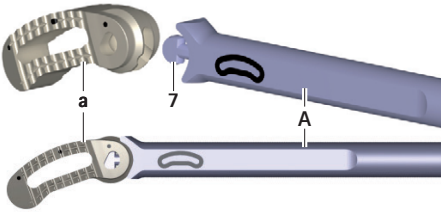

Abb. 7 Implantat an Einsetzinstrument koppeln
- Implantat **a** in Schutzverpackung auf Zweiflach **7** des Einsetzinstrument **A** stecken, siehe Abb. 7. Dabei auf Ausrichtung des Implantats achten (Orientierung anhand der Beschriftung am Einsetzinstrument).
- ▶ Einsetzinstrument **A** in situ an Implantat **a** koppeln, siehe Abb. 7.